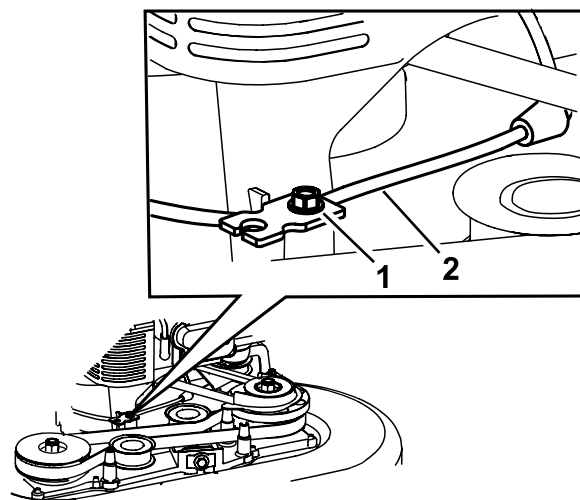

Figura 42
5. Afloje el tornillo de la abrazadera (Figura 42).